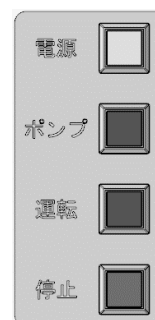

図 7-3
- 操作パネルの[電源] を ON し、しばらくするとコース画面が表示されます。(図 7-3)